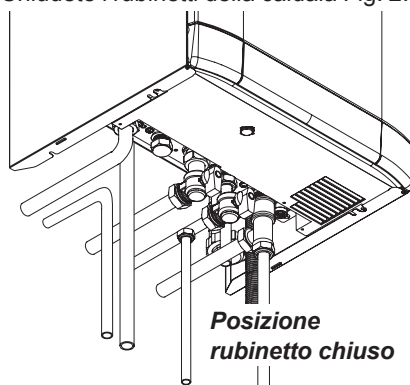

Fig. 2.18
- Chiudete i rubinetti della caldaia Fig. 2.18;